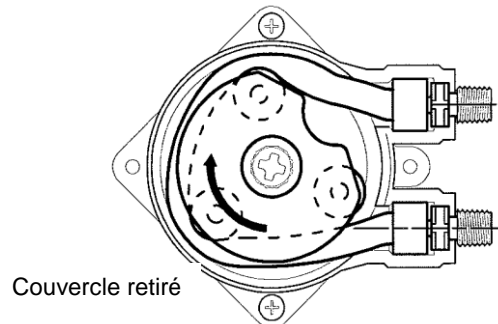

Figure 7b : Tête de pompe avec couvercle avant démonté
- 4) Dévissez les deux vis à ailettes maintenant le couvercle de la tête de pompe et retirez-les - voir figure 7b ci-dessus.